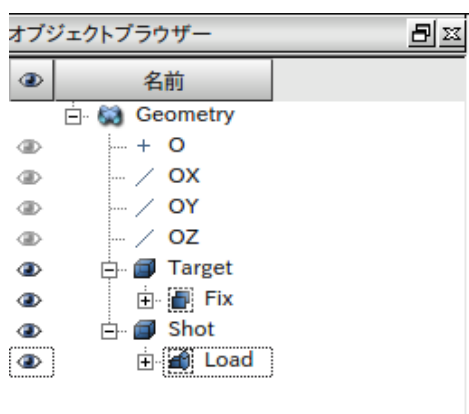

図 6 オブジェクトとグループが作成されたオブジェクトブラウザー
1.1 と 1.2 の作業が終了すると、図 6 のようにオブジェクトブラウザーが表示される。ツリーの表示が隠れている場合は各項目の先頭にある をクリックすることで、下の項目が表示される。また、 をクリックすることでモデルの表示、非表示を切り替えることが出来る。